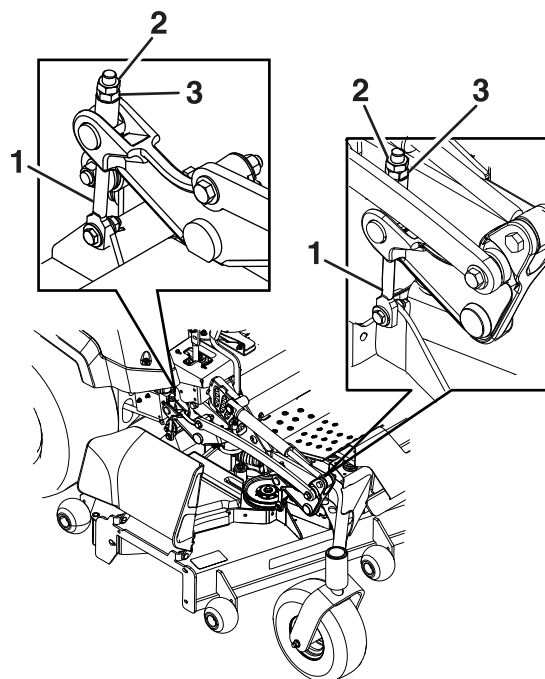

Bild 82
9. Drehen Sie die Einstellmutter am Frontmäherhub, um eine genaue Einstellung zu erreichen (Bild 82).